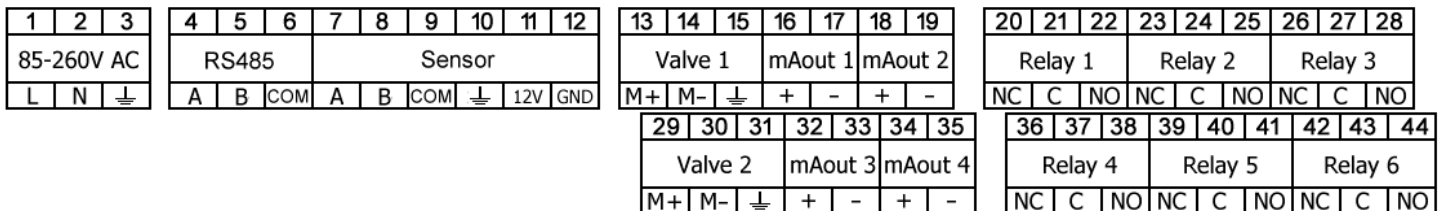

图 2-2 控制器接线示意图
- 4.将线缆穿过控制器的锁紧接头，与内部接线端子（序号 7~12）连接，请参考表 2-1 和图 2-2；